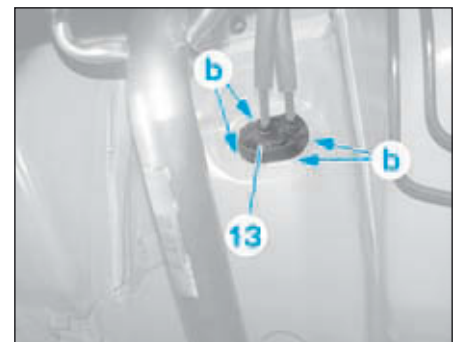

FIG.17
- Dégrafer l'entretoise de maintien du joint d'étanchéité en (b) (Fig.17).
- Dégager le joint d'étanchéité (13).